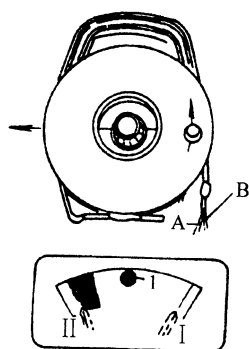

图 9-61 检查水温表
(1) 在蓄电池电量充足的情况下，拔下水温传感器插头。如图 9-61 所示，利用辅助接线 V.A.G1594 将水温传感器与检测仪 V.A.G3101 连接。
(2) 接通点火开关, 水温表上的红色发光二极管大约闪亮 3s。熄灭后, 将检测仪电压表调到数值 50, 水温表指针应指在报警区 (图 9-61 中的 II 位置), 同时红色发光二极管闪亮; 如果将检测仪电压表调到数值 510, 水温表指针应指在温度上升区 (图 9-61 中的 I 位置)。测量时, 允许有一个指针宽度的偏差。